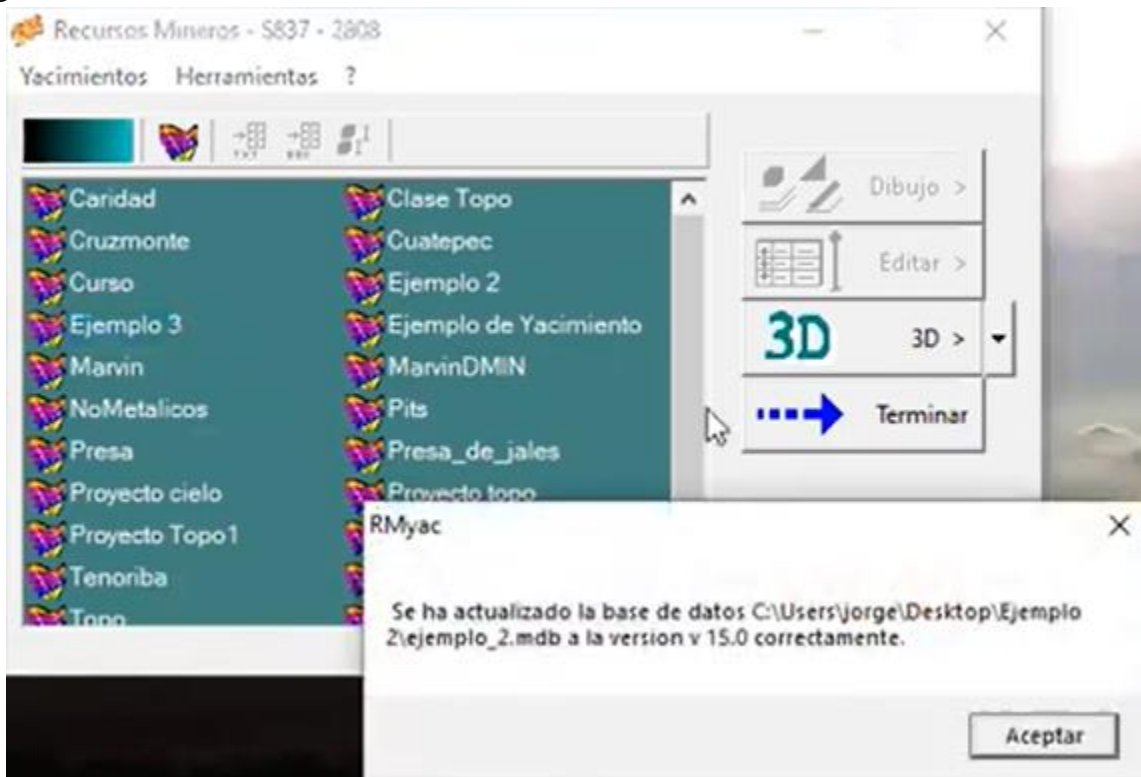

Figura 164. Ventana emergente.
- Al regresar al módulo de yacimientos, dar clic en el proyecto que se acaba de crear y presionar “Aceptar” en la ventana emergente que informa que la base de datos se actualizó correctamente. Figura 164.